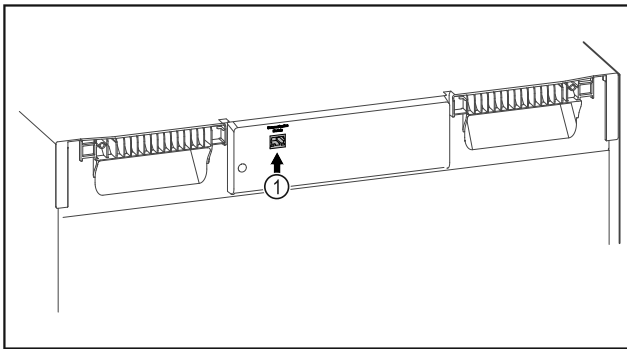

Fig. 104
- SmartModule Fig. 104 (1) установлен.